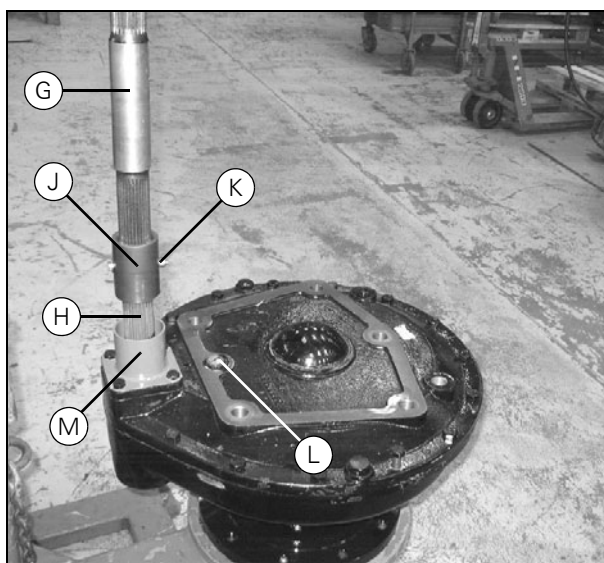

Рисунок 6
- После установки кронштейна конечного привода на конечный привод, входной вал (Н) (Рис. 6) необходимо выровнять по центру относительно кронштейна. Соберите цилиндрическую втулку и рукоятку (N) так, чтобы их можно было вставить в цилиндр кронштейна. Размеры: Наружный Ø80 мм — внутренний Ø45 мм.
- Во время сборки наденьте уплотнительные кольца (S) на цилиндр. После затягивания всех болтов протолкните уплотнительные кольца в канавку.
- Затяните болты (P) моментом 1220 Нм (предварительно нанести на болты герметик Loctite 270). Помните, что эффективнее использовать затягивание с приложением большого момента, когда кронштейн конечного привода, предварительно установленный на штатное место, укреплен на передней оси.
- Поднимите гидравлический цилиндр (R) установите его на место, при этом кронштейн конечного привода должен быть также установлен на место.
- Залейте в конечный привод трансмиссионное масло в количестве ок. 6 литров (проверьте уровень масла как описано в разделе 18.3.5 на стр. 627). Смажьте подшипники скольжения (V) и фланцевые подшипники (U) консистентной смазкой для подшипников.